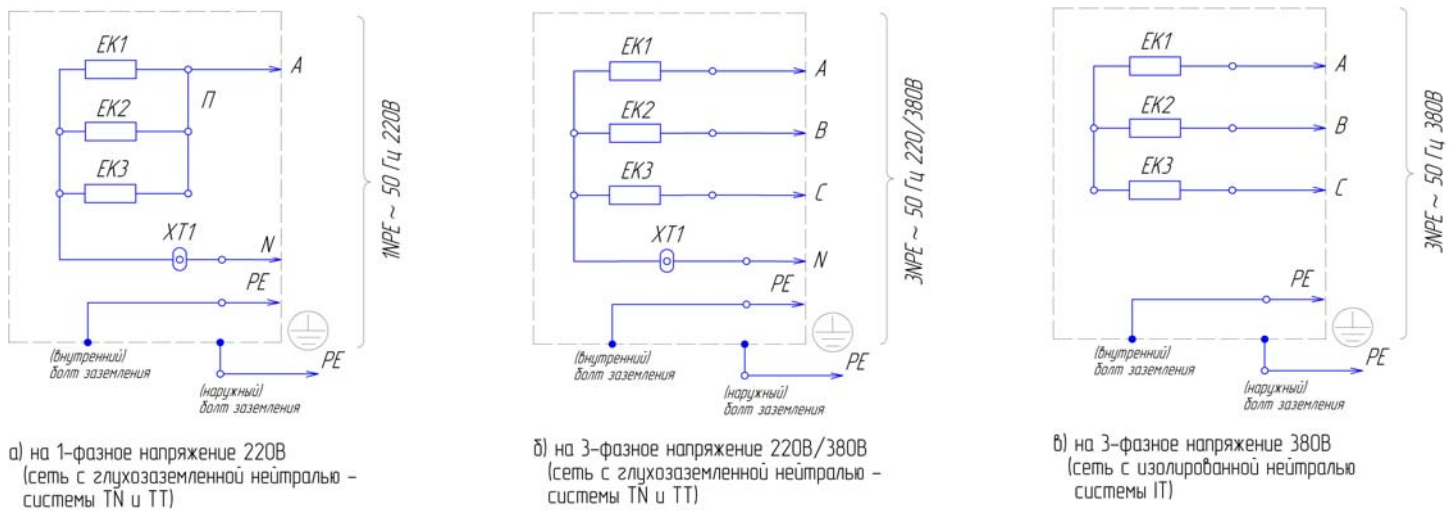

Рисунок 2 – Электрические схемы обогревателей ОВЭ-4
1.5 Обогреватель ОВЭ - 4 может работать как от 3-фазной сети 380В, так и от 1-фазной сети 220В. С предприятия – изготовителя обогреватель выходит подготовленным на подключение к 1-фазной сети 220В. Для подключения к 3-фазной сети 380В требуется снять перемычки с ТЭН со стороны кабельного ввода (см. схемы на рис. 2). Обогреватели должны эксплуатироваться в сетях с глухозаземленной нейтралью (системы TN и TT согласно главы 1.7 «Правил устройства электроустановок»-ПУЭ.) По отдельному заказу могут быть изготовлены обогреватели с дополнительным индексом «т», для эксплуатации в 3-фазных сетях с изолированной нейтралью (системы IT согласно ПУЭ).
4.5 Электрические схемы обогревателей представлены на рис.2
6.1.6 Электромонтаж обогревателя для сетей с глухозаземленной нейтралью (системы TN и TT) со стороны кабельного вывода должен быть осуществлен по схеме электрической (см. рис. 2а и 2б). Нейтральный провод «звезды» нагревателей выведен на клеммную колодку, к которой в задействованную клемму должен подсоединяться нейтральный провод кабеля. Фазные провода подсоединяются к контактным стержням нагревателей. При 1-фазном напряжении питания 220В фазный провод присоединяется к одному из нагревателей (т.к. все нагреватели соединены в параллель перемычками). При 3-фазном напряжении питания перемычки должны быть удалены. Фазные провода подсоединяются к контактным стержням нагревателей. Электромонтаж обогревателей с индексом «т» для сетей с изолированной нейтралью (системы IT) производится по схеме электрической рис. 2в.